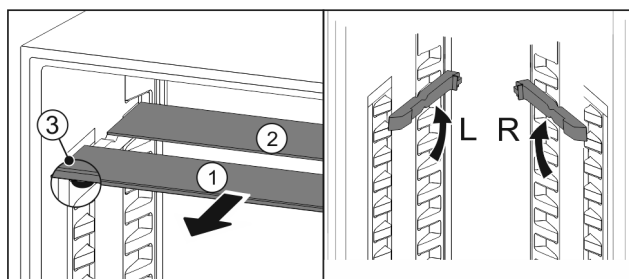

Fig. 112
- Dra ut Fig. 112 (1) glashyllorna framåt en i taget.
- Glashyllan Fig. 112 (1) med dekorlisten ligger längst fram.
- Stoppklackarna Fig. 112 (3) är vända nedåt.